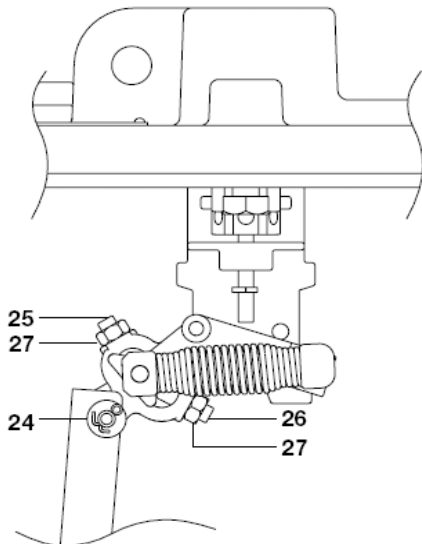

Fig. 8
Nota: De stelschroeven Fig 8 item 25 en 26 mogen niet verdraaid worden.
3. Verifieer de veren (10). Verwijder desnoods de clips, schuif de veerset van de asjes en vervang de veren en de clips door nieuwe. (zie ook verder ref. 5e veren). Vervang de moeren en rondels. Breng Loctite 620 aan op de schroefdraad of as.
- a) Verwijder de pin Fig. 8 item 24 uit de verbindingstang, draai vlotter met hefboom en verbindingstang naar de andere kant van de steunstang.
- f) Vooraleer de veren aan te brengen nazien dat de veerankers in lijn zijn met de veer en er tussen beide een opening is van 0.35mm (Fig. 8) **De uiteinden van de veer mogen de veerankers raken maar mogen er niet rond geplooid zijn.** Steeds montage met nieuwe rondelen en splitpennen.